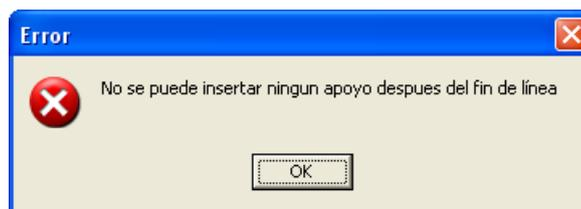

Figura 11.19.
- Figura 11.19: No necesita comentario.